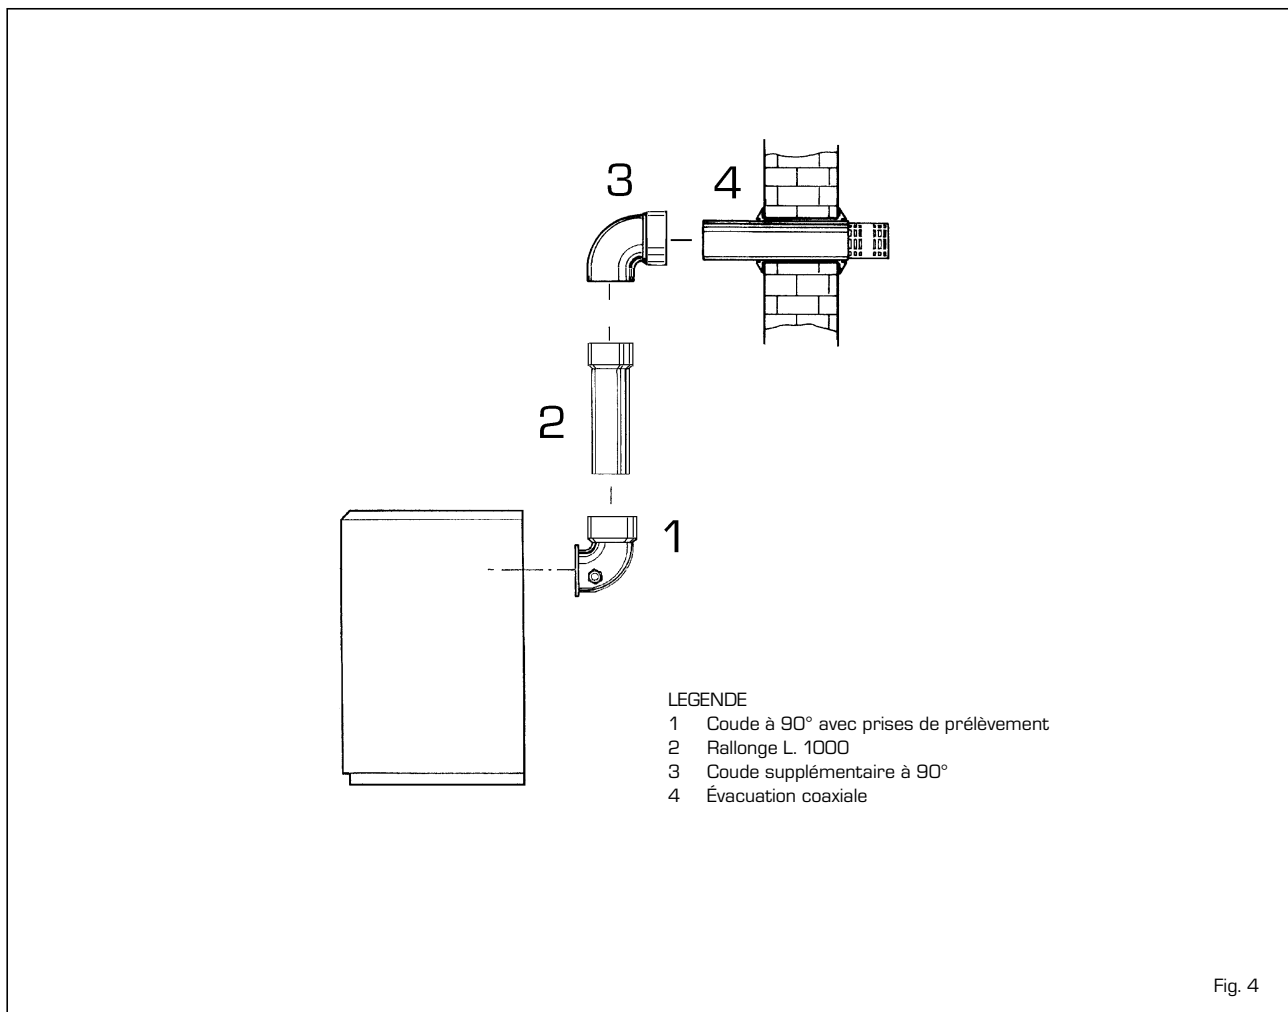

Fig. 4
2.7 INSTALLATION KIT CONDUIT COAXIAL ø 60/100 (fig. 4)
kit sont illustrés fig. 4. Pour effectuer le montage des accessoires fournis dans le kit voir figure 4.